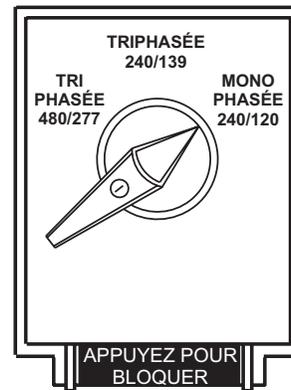

Figure 38. Le Commutateur de Sélection de la Tension
1. Placez le commutateur de sélection de la tension dans la position désirée (Figure 38).